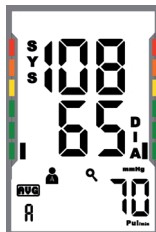

Abb. 8d
- Drücken Sie die Taste „On/Off START“ ein weiteres Mal, wird der Gesamtdurchschnitt aller gemessenen Werte angezeigt (s. Abb. 8d). Im Display wird dies durch ein „A“ unter AVG angezeigt.